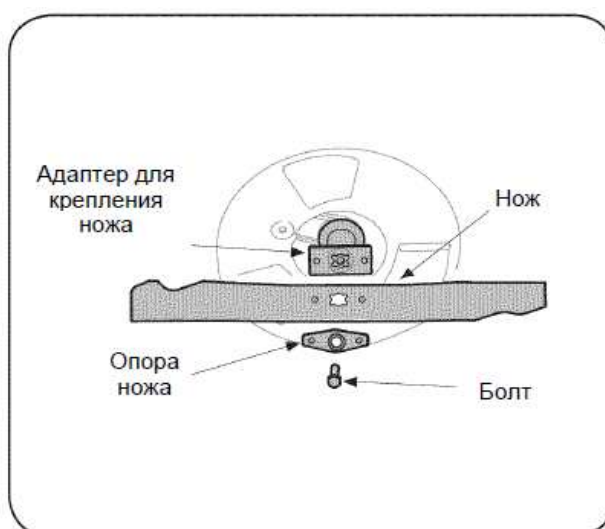

РИС. 17
2. Отверните болт и извлеките воронкообразную опору ножа, используемую для крепления ножа и адаптера на коленчатом валу двигателя (см. Рис. 17).